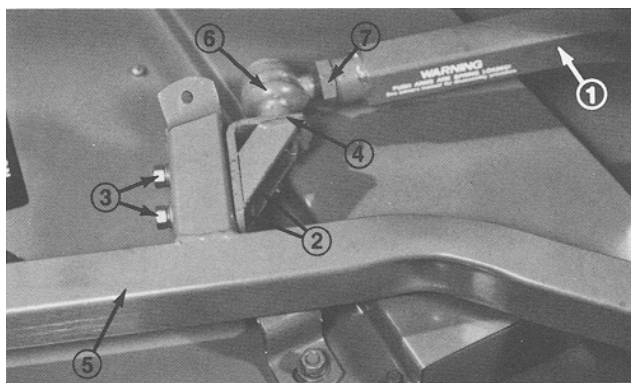

Bild 27
6. Ein Helfer sollte den linken Schubarm nach unten drücken, während Sie die Kopfschrauben, Flachscheiben, Sicherungsscheiben und Muttern entfernen, mit denen die Befestigung der Kugelgelenke an der Befestigungshalterung des Mähwerks befestigt ist (Bild 27). Der Helfer kann den Druck auf den Schubarm langsam vermindern, indem der Schubarm langsam nach oben bewegt wird, sodass die Federlast von 667 N allmählich gelöst wird.